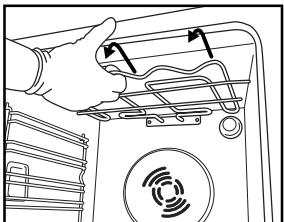
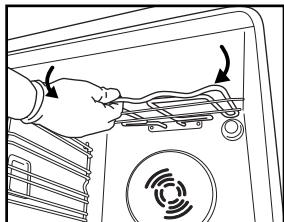

Fig.4
Fig.5
2. Trekk elementet litt ut (Fig. 4) og senk det (Fig. 5).